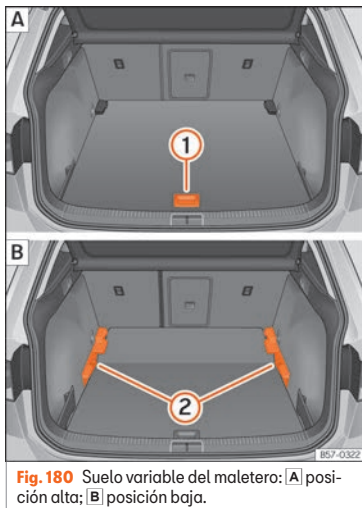

Fig. 180 Suelo variable del maletero: [A] posición alta; [B] posición baja.
- Para pasar de la posición baja a la alta, levante el piso por el asidero » » » **fig. 180** ①, tire de él hacia atrás hasta que la parte delantera del piso rebase totalmente los soportes ②.
- Haga desplazar sobre estos el piso hacia adelante hasta que haga tope en el respaldo de los asientos posteriores y, a continuación, baje el piso con el asidero ①.
- Para pasar de la posición alta a la baja, levante el piso por el asidero » » » **fig. 180** ①, tire de él hacia atrás hasta que la parte delantera del piso rebase totalmente los soportes ②.
- Deje caer la parte anterior contra el piso y empuje el piso hacia adelante hasta que haga tope en el respaldo de los asientos posteriores bajando al mismo tiempo el piso con el asidero ①.
- Con el suelo variable en posición alta, levántelo por el asidero » » » **fig. 180** ①, tire de él y empuje hacia el respaldo de los asientos posteriores hasta que se doble el piso por la línea de bisagra y la parte móvil del piso repose sobre el mismo.
- Para pasar de la posición alta a la baja, levante el suelo variable por el asidero » » » **fig. 180** ① y tire de él hacia atrás un poco.
- Empuje el suelo variable hacia los asientos posteriores abatidos con el asidero ① haciendo un poco de presión hacia abajo para que la parte móvil del piso enrase con los respaldos de los asientos posteriores.